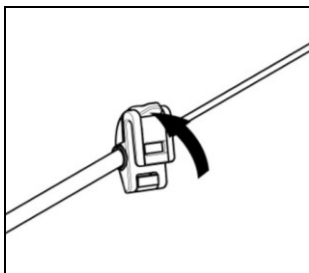

Fig. 23
- Åbn clipsen, der er placeret på mikrofonens stang, ved at bruge den som løftestang, som vist på Fig. 23.